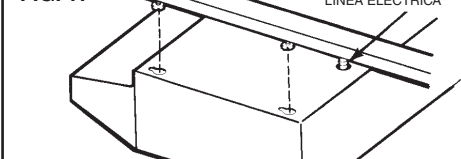

FIG. 12
- Make electrical connection using wire nuts to connect white wire to white, black wire to black. Ground hood to prepared hole using green ground screw provided. (FIG. 12)
- Haga la conexión eléctrica usando tuercas de alambre para conectar el alambre blanco a blanco, negro a negro. Conecte el extractor a tierra a través del hueco preparado, usando el tornillo verde suministrado. (FIG. 12)